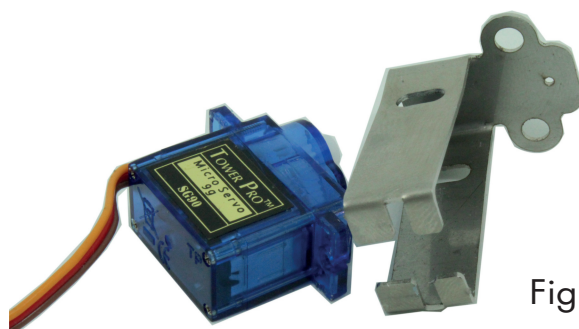

Fig.2
1. Inserire il motore nella staffa allargando leggermente le flange inferiori per facilitare l'inserimento, fig.2